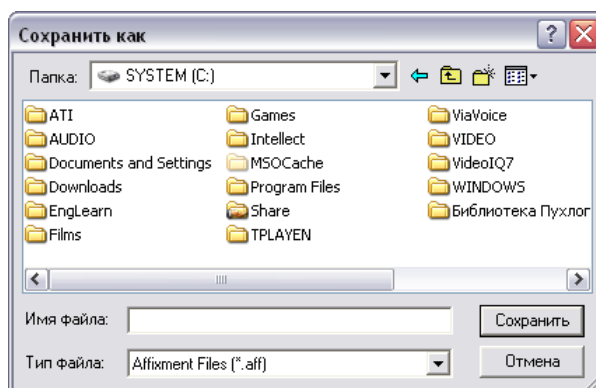

Рис. 7.4-13. Окно сохранения файла настроек разметки дороги
В результате откроется стандартное окно, с помощью которого требуется указать место сохранения и ввести имя, под которым будет сохранен файл, содержащий разметку дороги (Рис. 7.4-13).
4. Указать место сохранения, ввести имя, под которым будет сохранен файл и нажать кнопку «Сохранить» (Рис. 7.4-13).